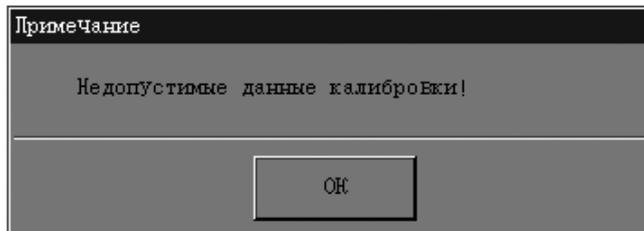

Рисунок 9-6 Диалоговое окно недопустимых результатов калибровки
- Если получены нечисловые значения параметра ("****"), отображается диалоговое окно «Недопустимые данные калибровки!» (Рисунок 9-6).